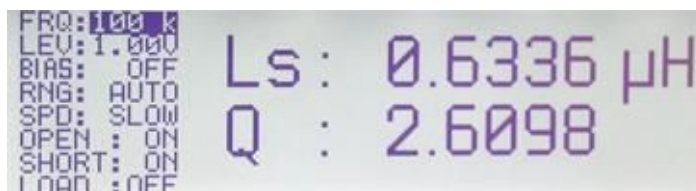
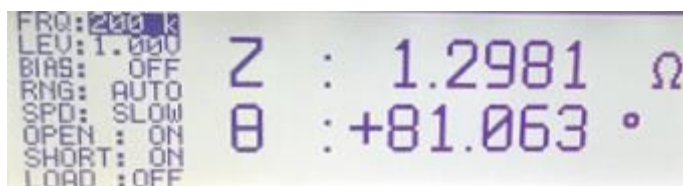

Рис. 2-4 – Отображение измеренной индуктивности и добротности для катушки индуктивности на частоте 100 кГц.
Рис. 2-5 – Отображение измеренного импеданса и фазового сдвига для катушки индуктивности
- В режиме Auto, который включен по умолчанию, автоматически будет выбрана нужная измерительная функция (см. рис. 2-8 и раздел 2.1.2.1). В этом случае отобразится значение L-Q, т.е. индуктивность L и добротность Q (рис. 2-4). Другие параметры, такие как импеданс и фазовый сдвиг можно отобразить с помощью нажатия клавиши и выбора подходящей измерительной функции согласно описанию в руководстве по эксплуатации. В случае идеальной катушки индуктивности фазовый сдвиг составляет $+90^\circ$. На рис. 2-5 показан пример измерения реальной катушки индуктивности с потерями, у которой фазовый сдвиг равен $+81^\circ$.